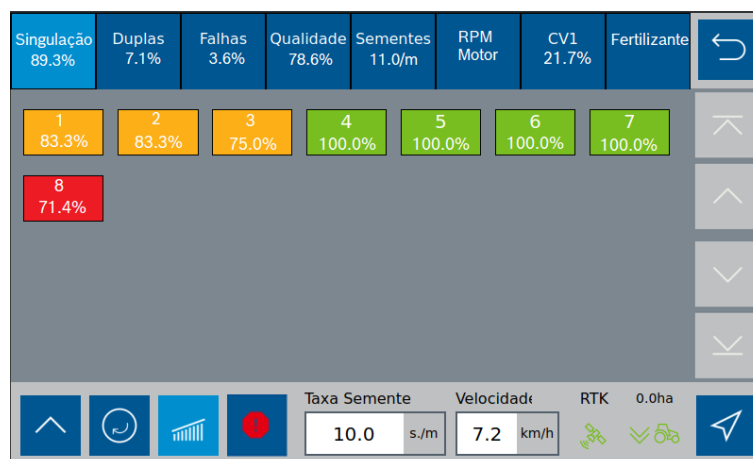

Figura 198 - Tela da aplicação antes de aplicar filtro
Por exemplo na, Figura 198, podemos ver que a linha 8 apresenta valores de singulação abaixo do estipulado no item 3.3.9, dessa forma sua cor é vermelha e o símbolo do filtro de linhas está vermelho sólido.